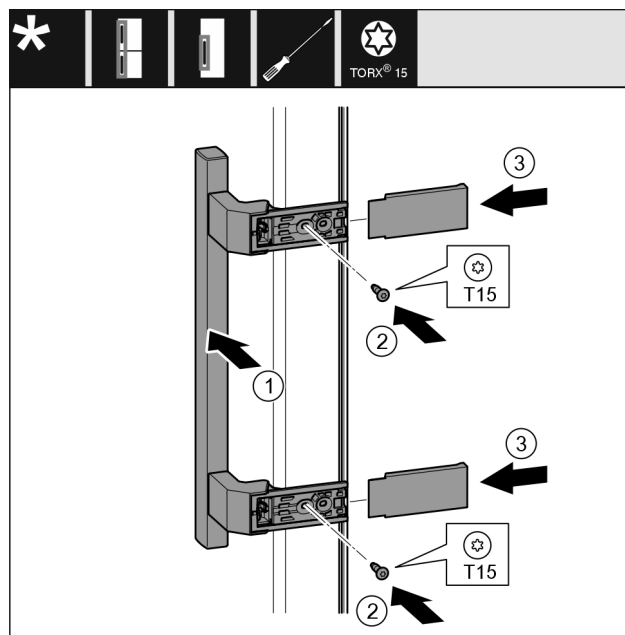

Fig. 50
- Установите ручку Fig. 50 (1) на противоположной стороне.
- Затяните винты Fig. 50 (2) отверткой.
- Установите крышки Fig. 50 (3) сбоку и надвиньте их.